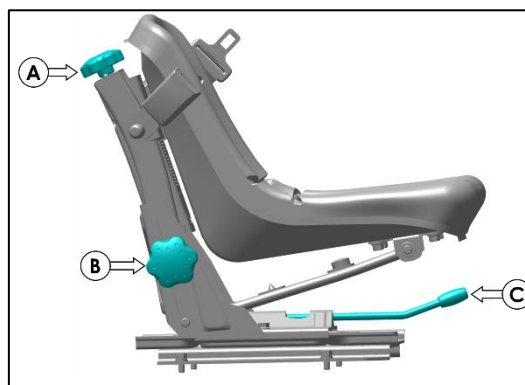

Fig. 109 - SIÈGE DE L'UTILISATEUR
- A)** Réglage du poids : utilisez la molette (repère A sur la fig. 109) pour ajuster le siège au poids de l'utilisateur lorsque celui-ci est assis. Vérifiez que les flèches situées sur le dossier et le châssis du siège sont bien alignées.